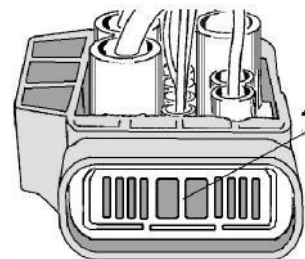

Fig. 3
15. Débloquer et débrancher la broche de câblage X26 (Fig. 3).
- Enlever le blocage (1)